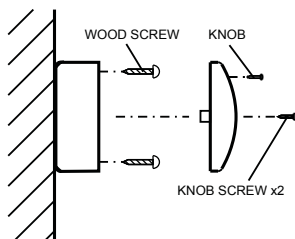

FIG. 5
- Fixer le haut avec les vis indiquées en FIG 5.